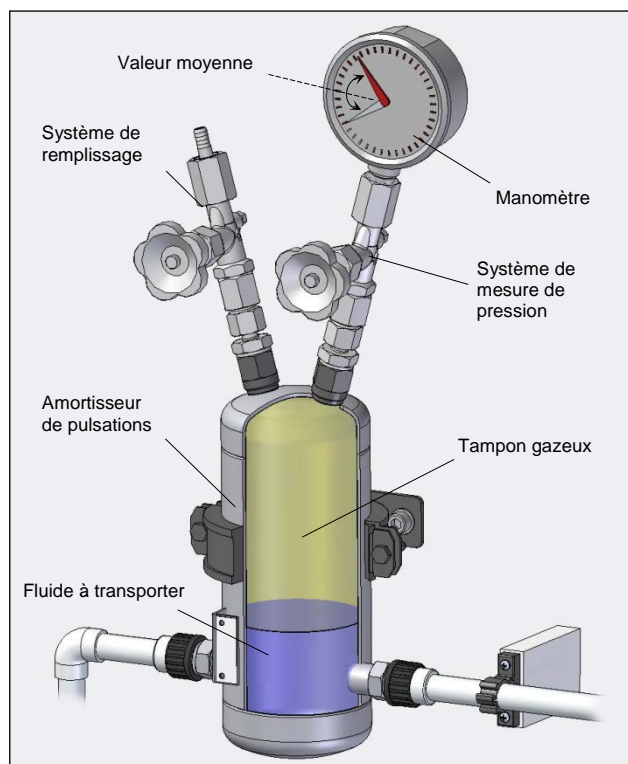

Fig. 21 (Tampon gazeux relativement important – aucun battement de l'aiguille du manomètre)
- Alors que la pompe fonctionne, ajouter de l'air / du gaz avec précautions jusqu'à ce que le battement de l'aiguille atteigne une valeur minimale (cf. fig. 21).